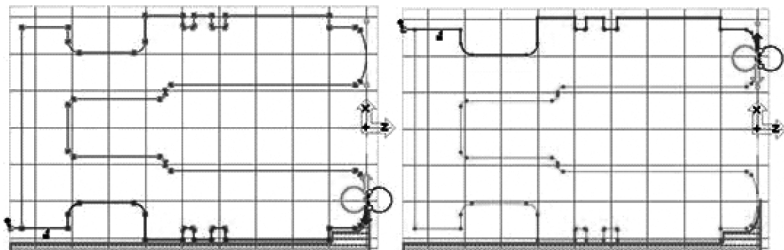

图 6-15 产生刀具路径
3) 运算并生成刀具路径轨迹，如图 6-15 所示。
在 GibbsCAM 中，针对这样的情况，加工轮廓的选择可以是正向的，也可以是负向的，最终的刀具路径都会在负向生成，这对多个程序共用同一加工轮廓很有帮助。所以，不论用户是上刀塔还是下刀塔的刀具，生成程序都可以选择同一方向的加工轮廓。如图 6-15 所示，上一步加工轮廓选择 X + 向，而刀具路径轨迹仍然为 X - 向生成。